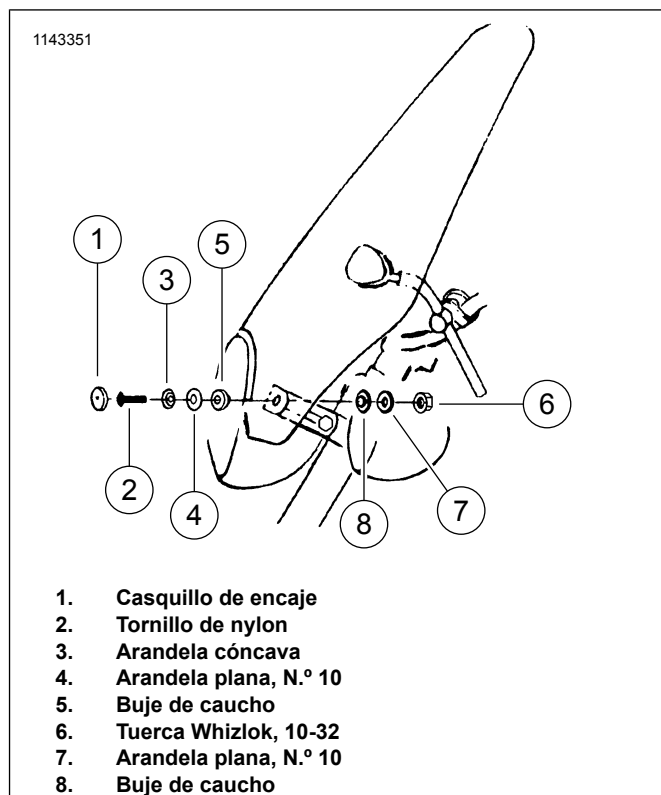

Figura 4. Protector de montaje
- Ve la Figura 4. Colóquelas de forma vertical en los "ojos" de la argolla y apriete las tuercas en las argollas hasta que queden ajustadas.
- Monte los soportes inferiores en el siguiente orden (de adelante hacia atrás): tornillo de nylon (2), arandela cóncava (3), arandela plana (4), buje de caucho (5), parabrisas, buje de caucho (8), arandela plana (7), pieza de soporte angular, tuerca whizlok (6).
- Instale casquillos de encaje (1) sobre los tornillos de nylon (2).